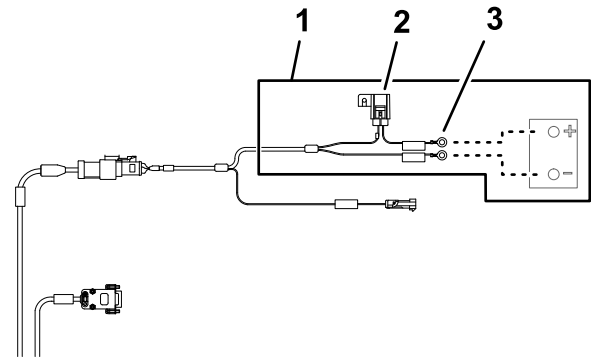

**Figura 168**
5. Disponete la diramazione di 220 cm del cablaggio dati verso l'alto, attraverso il gommino che circonda il foro nel cruscotto (Figura 168).
6. Allineate il connettore a 26 prese del cablaggio dati con il connettore a 26 pin del display dell'irroratrice e premete il connettore a presa nel connettore a pin, fino a quando il fermo del connettore non scatta in sede (Figura 168).